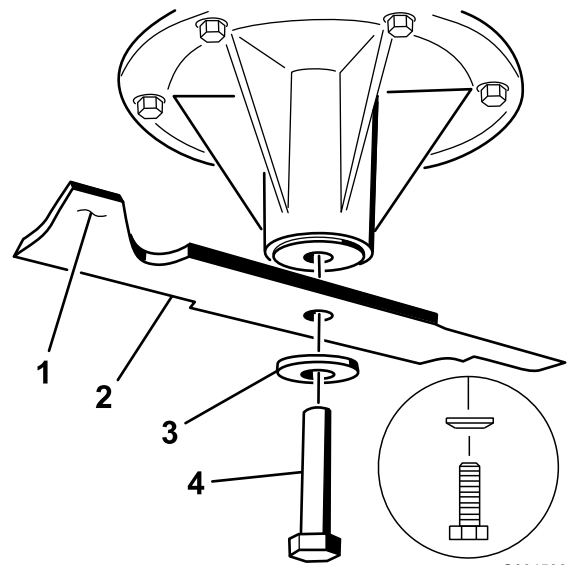

Figure 81
1. Placez la lame sur l'axe (Figure 81).
2. Installez la rondelle élastique et le boulon de la lame. Le côté bombé de la rondelle élastique doit être dirigé vers la tête du boulon (Figure 81). Serrez le boulon à un couple de 115 à 150 Nm (85 à 110 pi-lb).